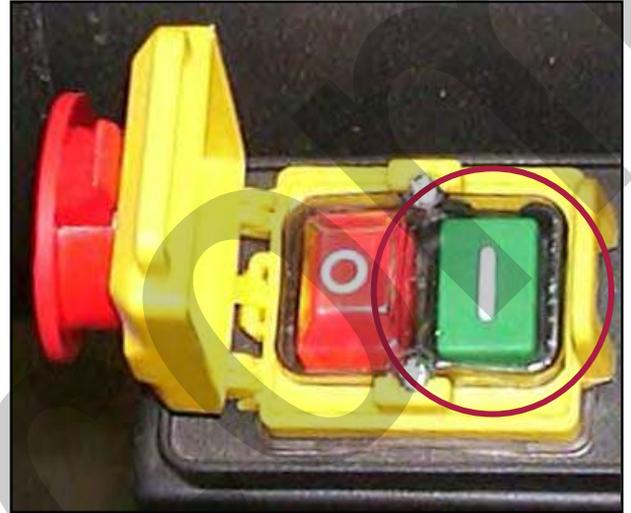

Figura 9 – Dettaglio interruttori.
Il pulsante verde (I), serve per l'avviamento (accensione) dell'aspiratore per trucioli (Figura 9). Attraverso questo pulsante, viene alimentato il motore elettrico collegato con la ventola.
Accendete prima l'aspiratore per trucioli, premendo il pulsante verde (Figura 9) e poi la macchina per la lavorazione del legno. Terminato l'utilizzo spegnete la macchina e poi l'aspiratore. Per l'accensione della macchina per la lavorazione del legno, seguite le istruzioni del fabbricante.